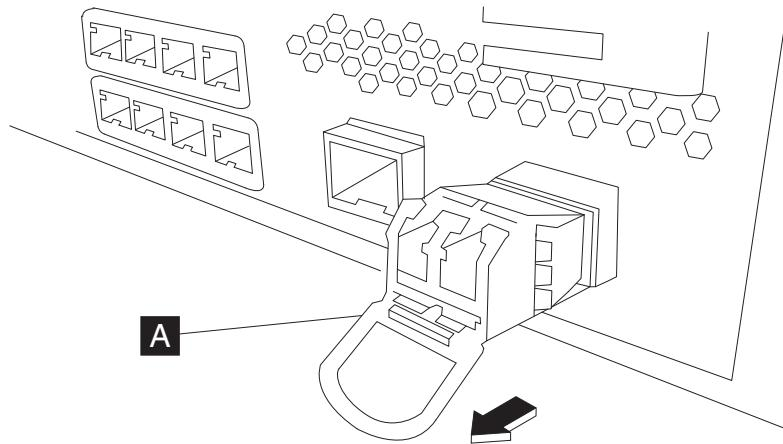

图 19. 卸下 SFP+ 收发器
- 向下拉收发器前部的蓝色滑锁 (A)，如第 50 页的图 19 中所示。